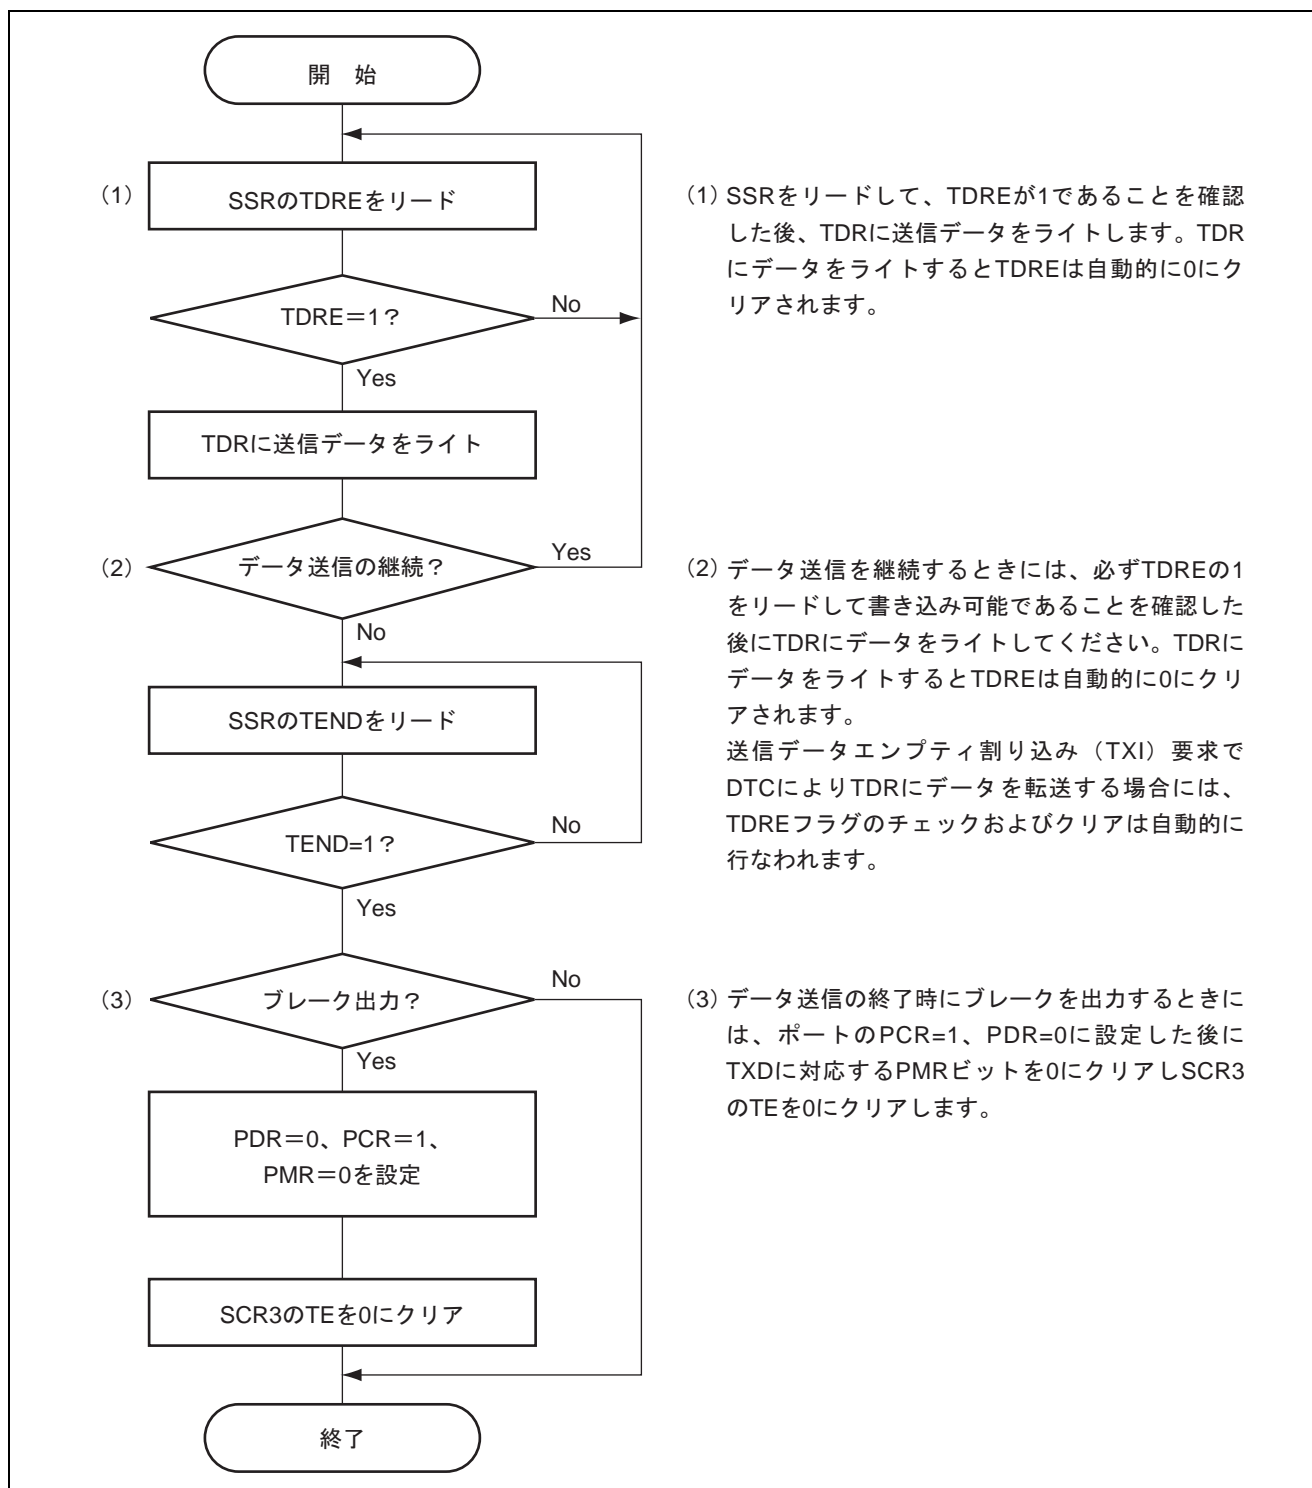

図 20.6 データ送信のフローチャートの例 (調歩同期式モード)
6. 図20.6にデータ送信を行うためのフローチャートの例を示します。